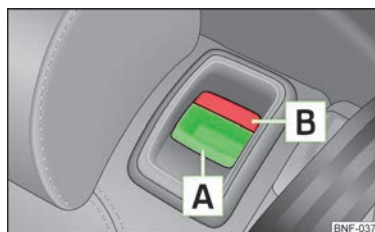

Fig. 38
- ▶ Prin apăsarea mânerului de deblocare [A] » fig. 38, deblocați spătarul și rabatați-l înspre înainte.
- ▶ Asigurați-vă că marcajul de culoare roșie [B] » fig. 38 nu mai este vizibil.